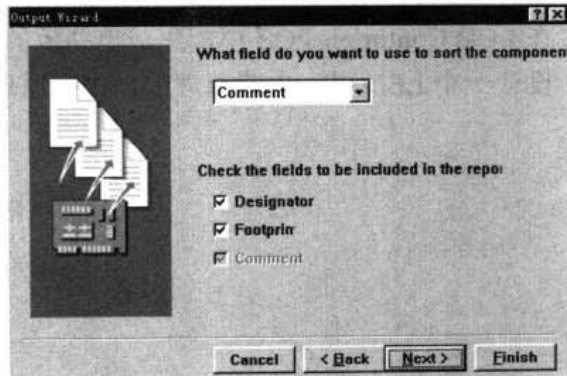

图 18-16 设置元件排序依据选择对话框
(5) 单击 Next 按钮, 弹出如图 18-16 所示的元件排序依据选择对话框。